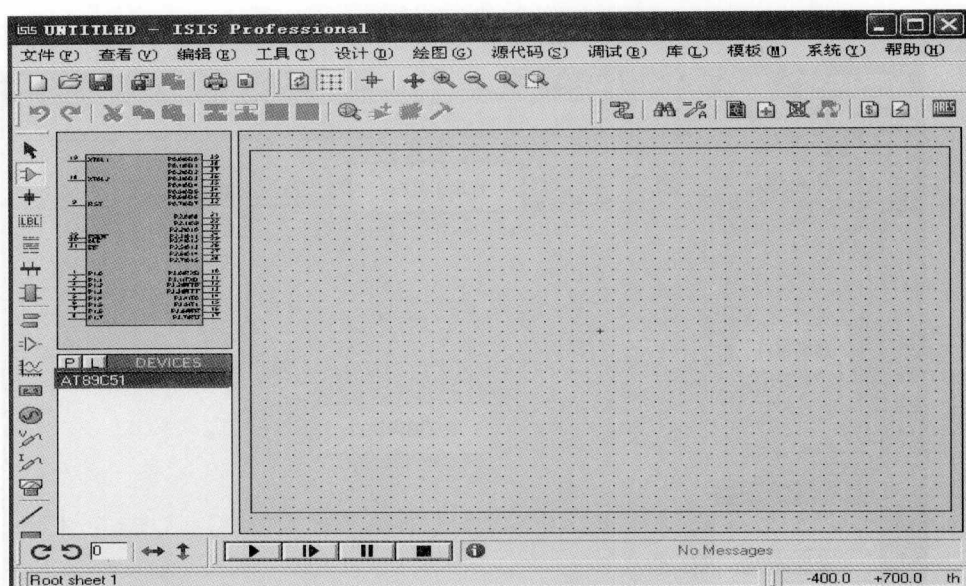

图 1-18 所选对象
在图 1-16 中，单击 PROTEUS ISIS 工作界面下的对象选择按钮 P，弹出“Pick Devices”对话框，如图 1-17 所示。在“类别 (C)”选项区域下面选择“Microprocessor ICs”选项并单击，在对话框的右侧，我们会发现有大量常见的各种型号的单片机。选择“AT89C51”选项后，单击“确定”按钮，“Pick Devices”对话框关闭，主窗口界面下，左侧的对象选择器窗口中就有“AT89C51”这个元件了，如图 1-18 所示。